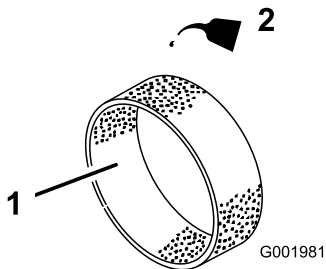

図 46
4. 乾いたら新しいエンジン・オイルを30~60cc含ませる (図 46)。